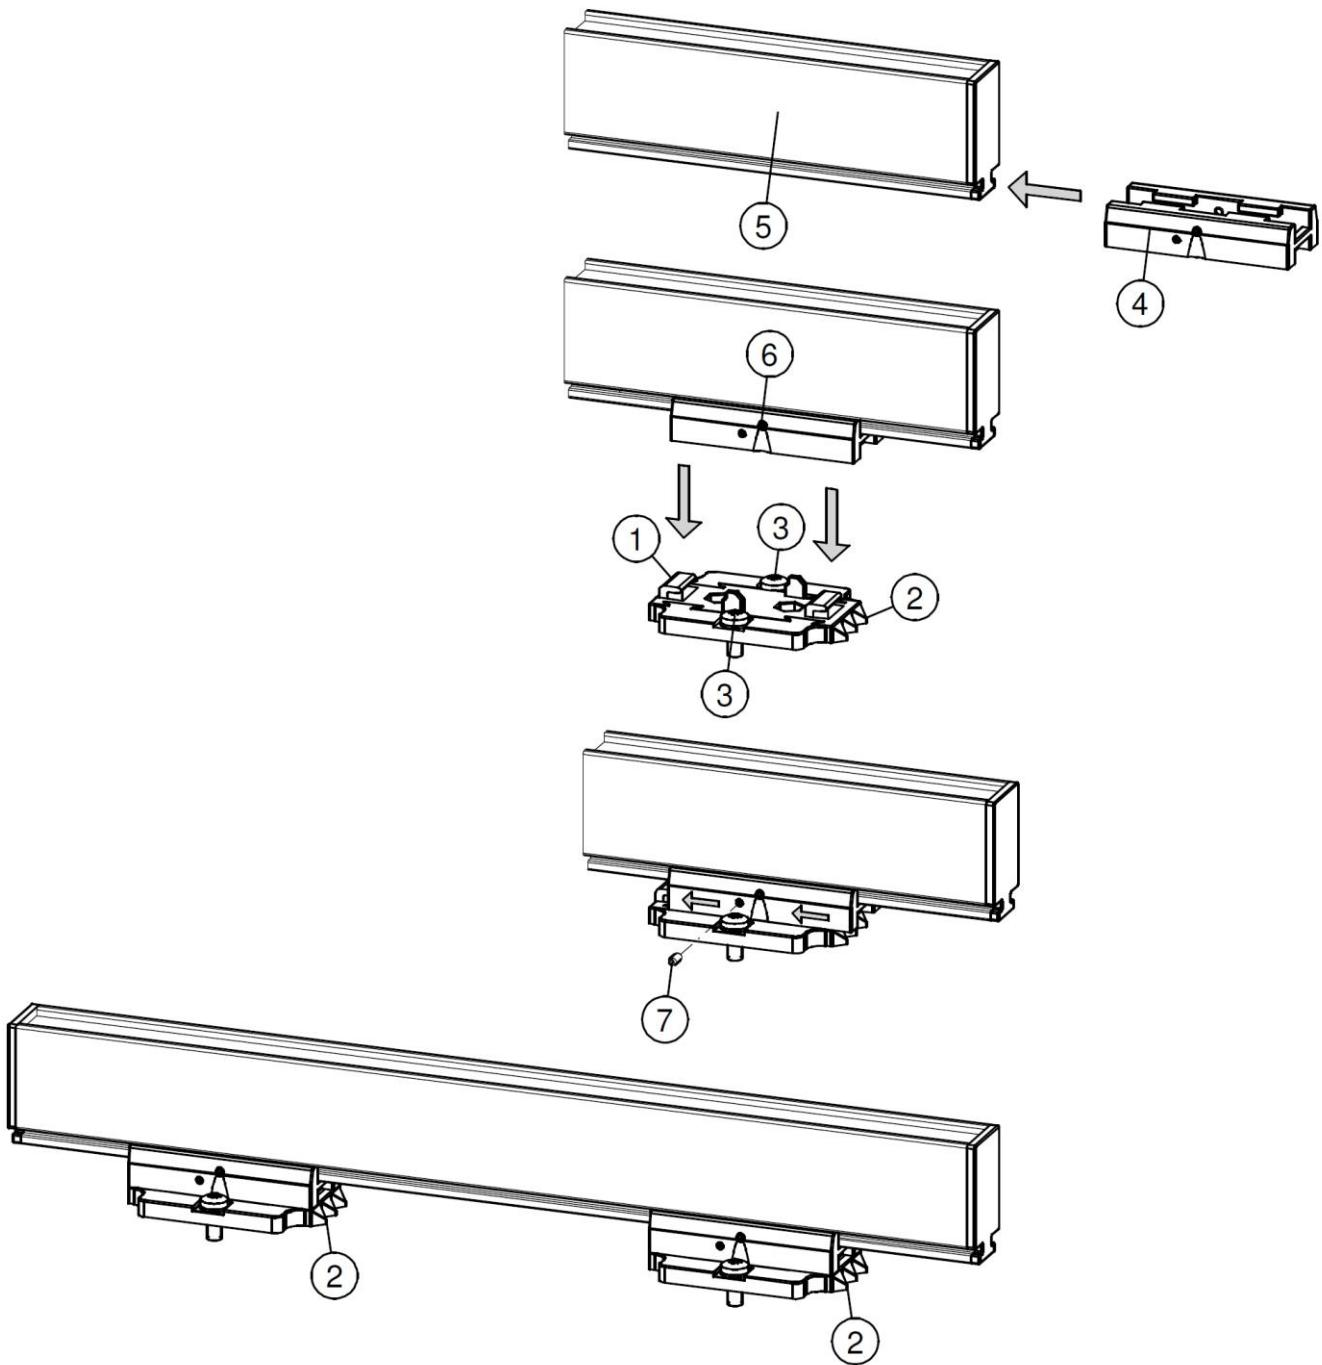

Abbildung 5: Montage des Ionensprühstabs mit Montagebügeln (hier: EasION IQ 4.0)
- Montieren Sie die Montagefüße (1) auf die Maschine, die Dreiecke (2) zeigen in dieselbe Richtung. Verwenden Sie hierfür passendes M5-Montagematerial (3).
- Schieben Sie die Bügel (4) auf den Ionensprühstab (5). Achten Sie auf einen gleichen Abstand zwischen Bügeln (4) und Montagefuß (1) und arretieren Sie den Bügel (2) mit einer Stellschraube (6).
- Arretieren Sie den Ionensprühstab in den Montagefüßen, indem Sie die zwei Stellschrauben (7) in die Bügel drehen. Bei mehr als zwei Bügeln müssen lediglich die zwei äußersten Bügel arriert werden.
- Schrauben Sie die Stellschrauben (Nr. 6) aus den Halterungen (siehe Abbildung 5).